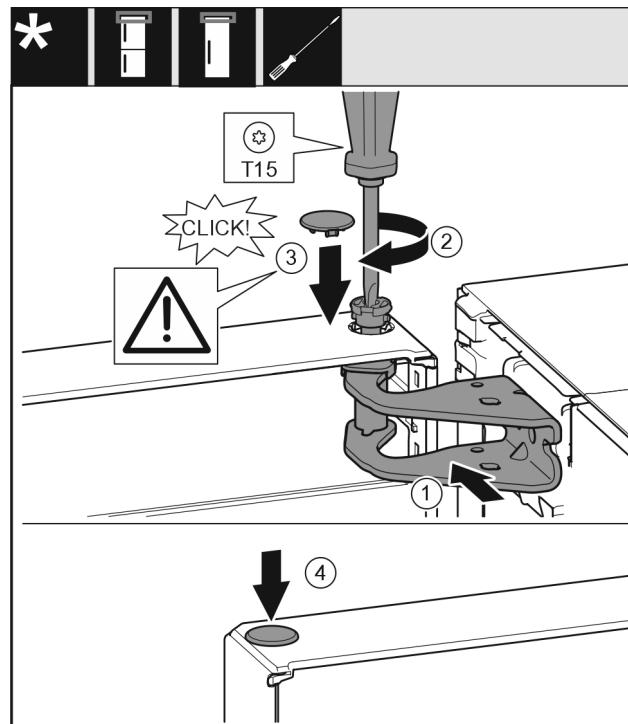

Fig. 23
- Вирівняйте дверцята зверху по отвору в опорному кронштейні. Fig. 23 (1)
- Вставте штифт Fig. 23 (2) та закрутіть за допомогою викрутки.
- Встановіть захисну кришку Fig. 23 (3) для захисту дверцят: Вставте захисну кришку і проконтролюйте, щоб вона прилягала до дверцят. Якщо це не так, повністю вставте штифт.
- Вставте пробку Fig. 23 (4).